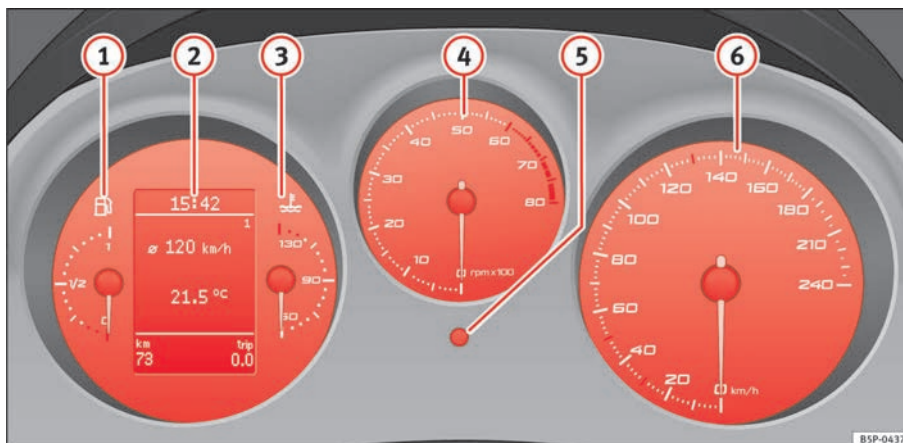

Abb. 33 Ausschnitt aus der Instrumententafel: Kombiinstrument
Der Beginn des roten Bereichs ⇒ Seite 57, Abb. 33 ④ weist auf die maximale Motordrehzahl bei Betriebstemperatur hin. Vor Erreichen dieses Bereiches sollte in den nächsthöheren Gang geschaltet oder die Wählhebelstellung D gewählt oder der Fuß vom Gaspedal genommen werden.
- Zur Einstellung der Stundenzahl den Einstellknopf ⇒ Seite 57, Abb. 33 ⑤ bis zum ersten „Klick“ nach rechts drehen. Die Stundenzahl blinkt auf. Zur Einstellung der Stundenzahl den Knopf drücken.
Das rechte Zählwerk registriert die Kurzstrecken. Die letzte Stelle steht für Strecken von 100 m. Der Kurzstreckenzähler kann auf Null gestellt werden, indem Sie den Rückstellknopf ⇒ Seite 57, Abb. 33 ⑥ ein paar Sekunden lang gedrückt halten.